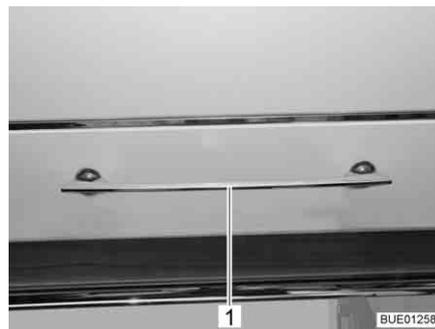

Fig. 54 Trampilla de mueble con tirador de desbloqueo
- Presionar hacia abajo el tirador de desbloqueo (Fig. 54,1) y mantenerla presionada.